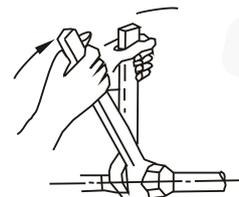

Fig.9-2
- Coloque los tubos conectores en la posición correcta. Tuerza las tuercas con las manos y apriételos con dos llaves inglesas simultáneamente. (Consulte la Fig.9-2)